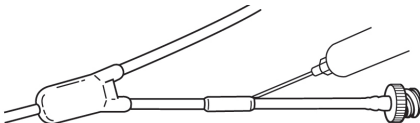

Fig. 16
7. Injicera lim i hylsans bägge ändar. (Fig. 16)